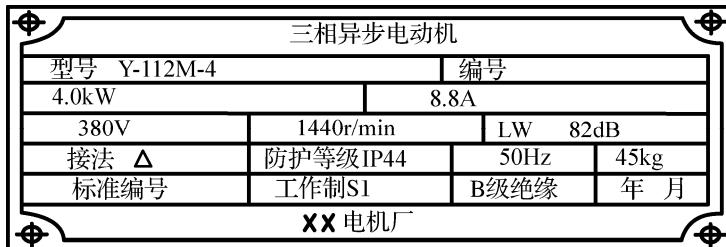

图 3-3
3. 某台三相异步电动机铭牌如图 3-3 所示, 电动机额定运行时的效率  $\eta_N=84.5\%$ 。试求: